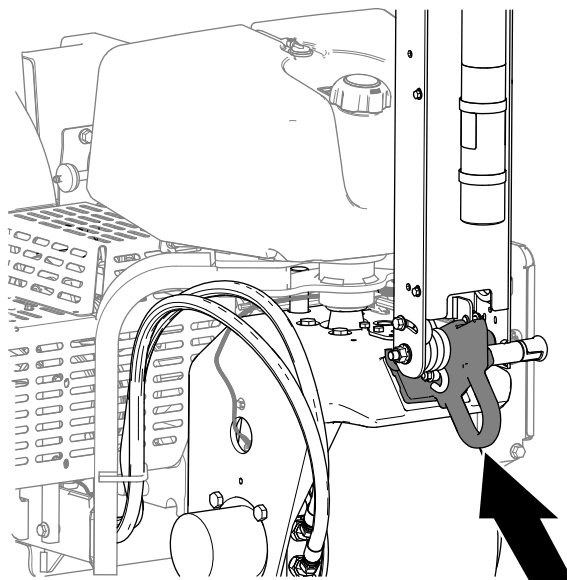

図 117
6. 牽引する場合は、マシン前部にあるロープ掛け用のアイを使用する 図 117。